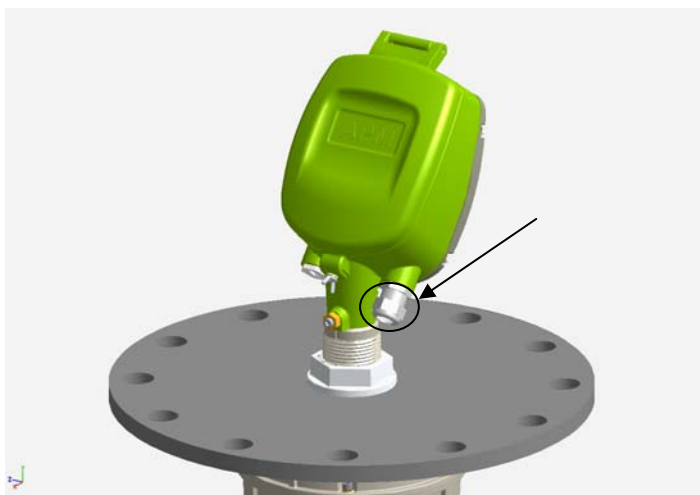

Рисунок 26 Уплотнительная гайка кабельного ввода
2. Снять уплотнительную гайку кабельного ввода (см. Рисунок 26).